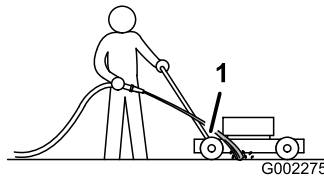

图35
3. 将流水的浇水软管控制到与手柄水平的高度并使水流对准右后轮前面的地面 图35。